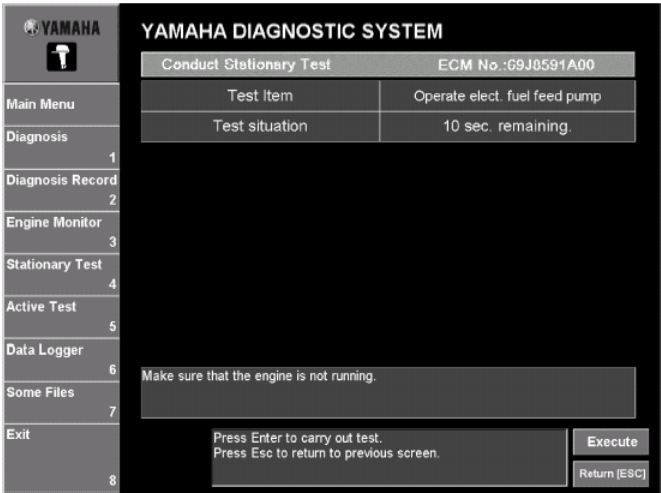

Рис. 85
2. Щелкнуть по **Выполнить(Execute)** или нажать клавишу Enter клавиатуры. (Рис. 85)